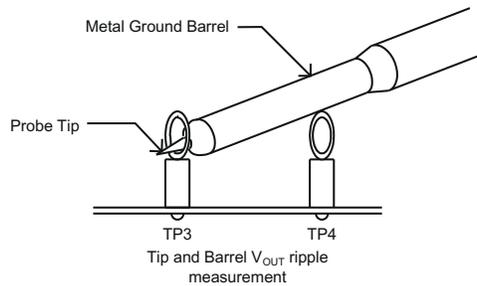

图 8-1. 尖端和接地筒输出电压纹波测量
3. 按照图 8-1 将具有裸露金属接地筒的示波器探针连接到 TP3 和 TP4。由于接地环路较大，使用引线接地可能会产生额外的噪声。